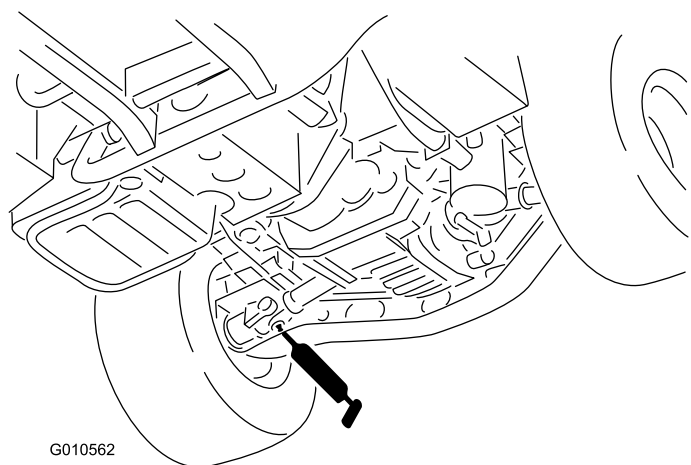

Figura 37
- Articulación en U (18) (Figura 37)